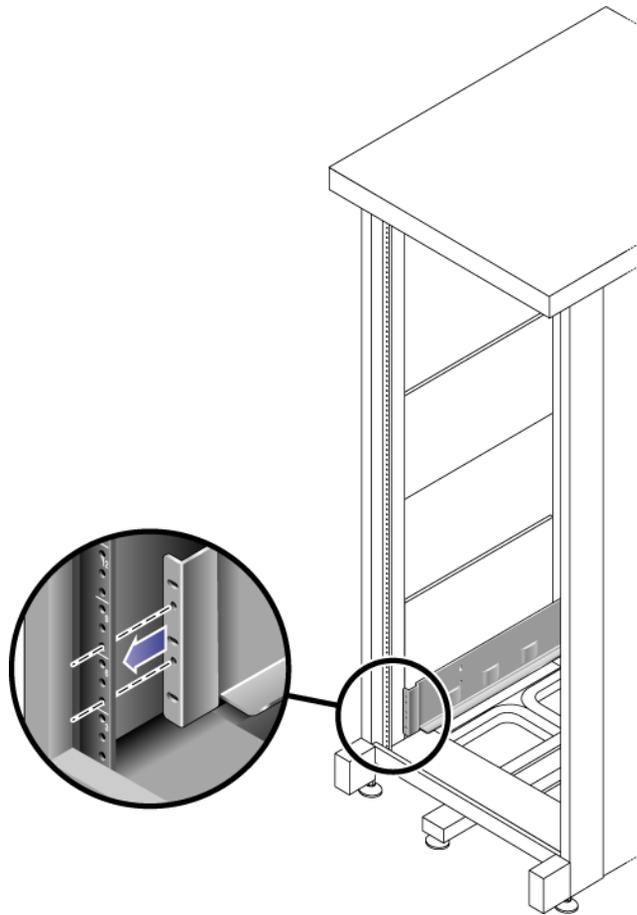

FIGURE 2-2 Positionnement de l'avant du rail gauche derrière le rail avant gauche de l'armoire
1. Placez l'avant du rail gauche derrière le rail avant gauche de l'armoire (FIGURE 2-2).